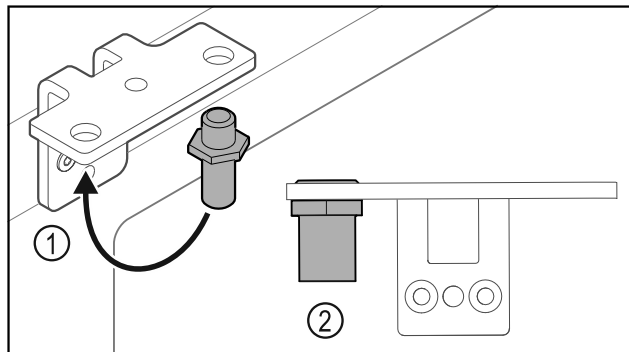

Fig. 27
- ▶ Prestavite sornik v kotniku tečajev vrat Fig. 27 (1).
- ▶ Sornike Fig. 27 (2) zategnite **z zateznim momentom 12 Nm**.